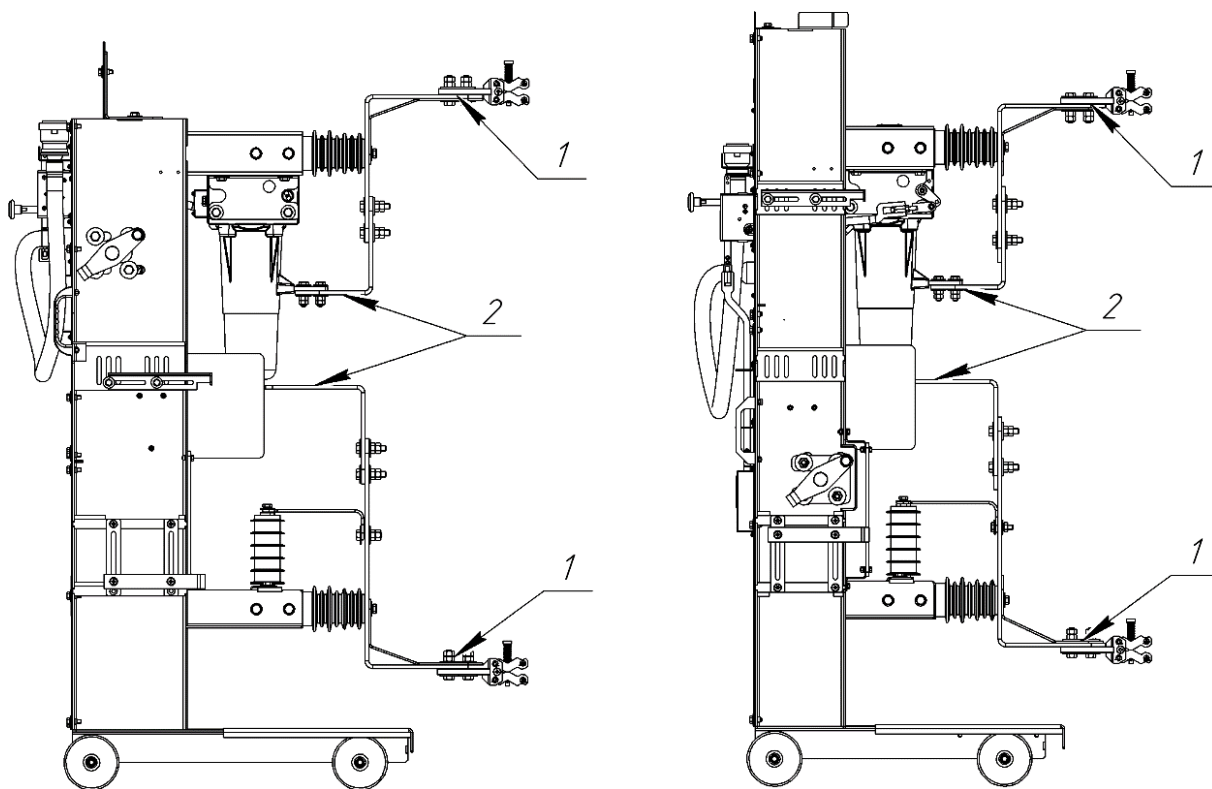

Рисунок 6 – Точки измерения переходного сопротивления
3.3.2 Электрическое сопротивление главных цепей ВЭ, без учета подвижных электрических контактов, меряется в точках 1 (рисунок 6). Сопротивление главных контактов вакуумного выключателя меряется в точках 2 (рисунок 6).